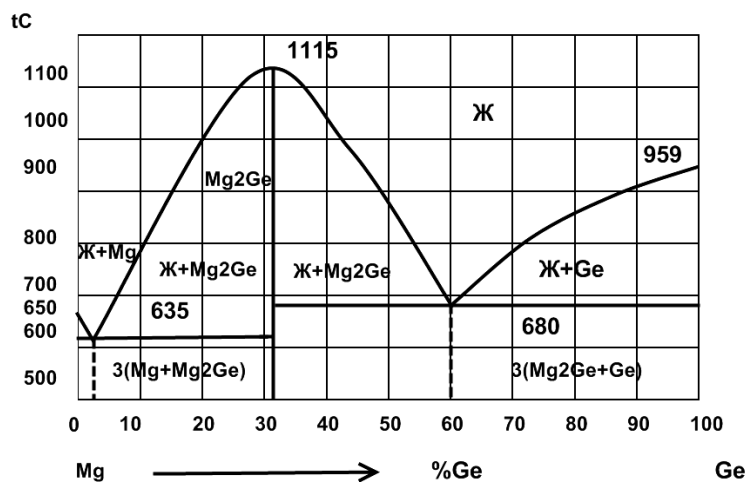

Рис. 7. Диаграмма состояния магний – германий (Mg – Ge)
2. Вычертите диаграмму состояния системы магний – германий. Опишите взаимодействие компонентов в жидком и твердом состояниях, укажите структурные составляющие во всех областях диаграммы состояния и объясните характер изменения свойств сплавов в данной системе с помощью правил Курнакова (рис. 7).